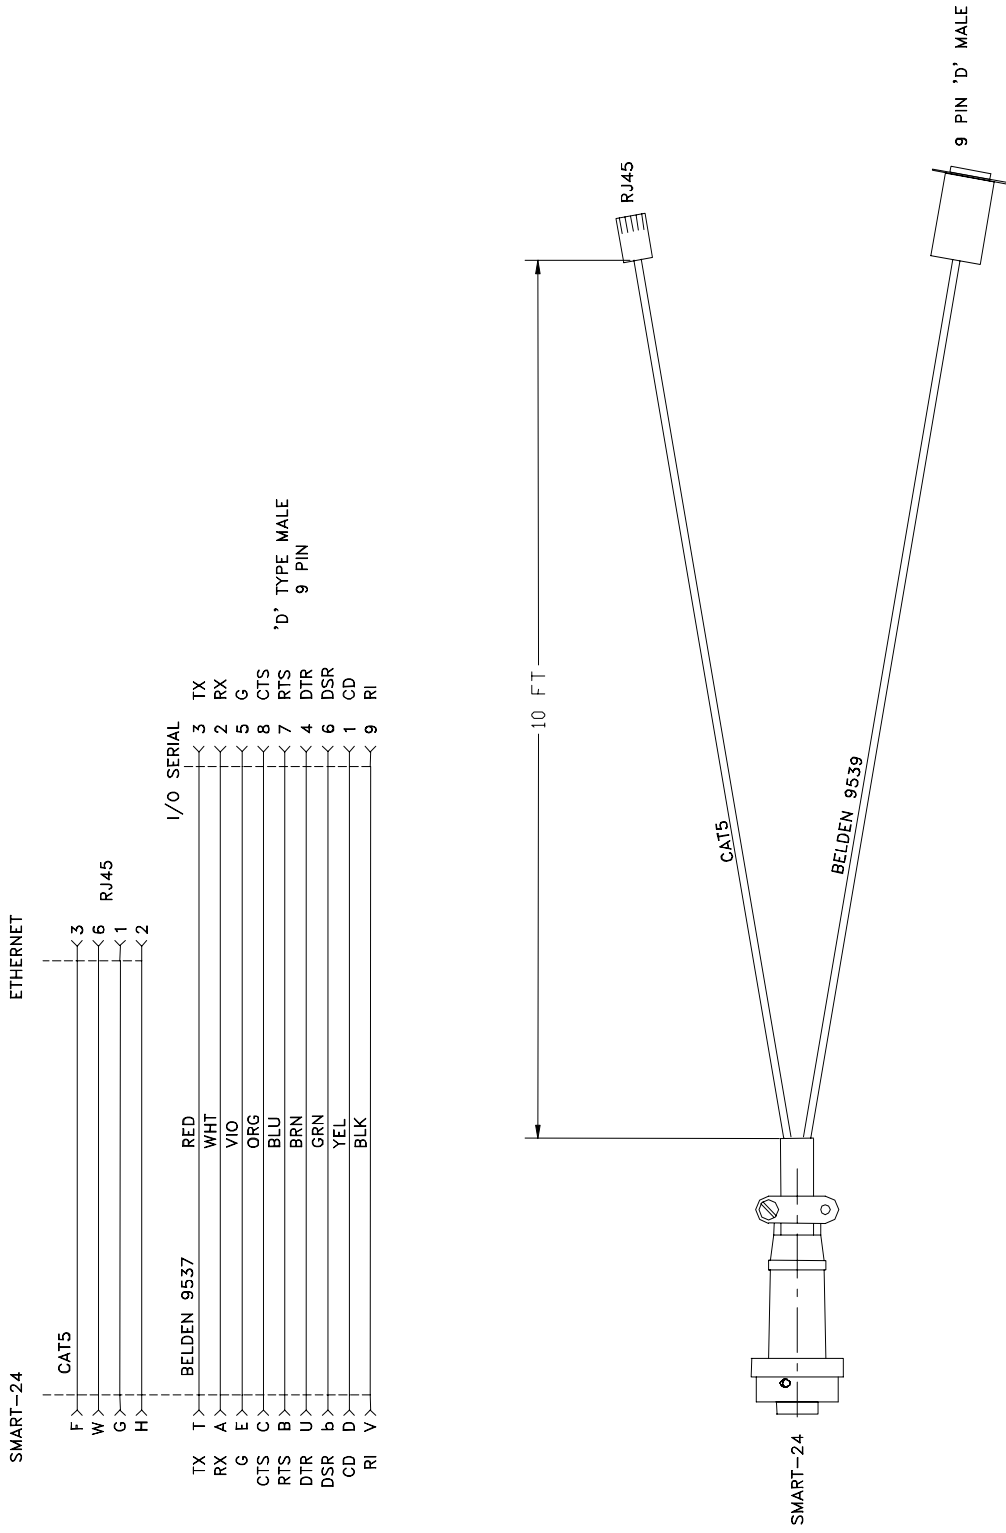

图 A-5. SMART-24 输入/输出电缆, 串口到 9 针调制解调器 + 以太网口
- 图 A-5. SMART-24 输入/输出电缆，串口到 9 针调制解调器 + 以太网口